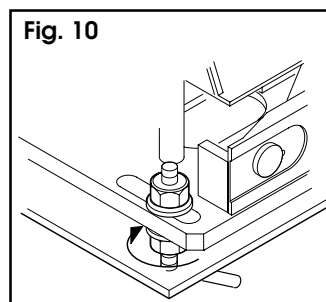

Fig. 10
- 11) Per ottenere il corretto gioco tra il pignone e la cremagliera abbassare il motoriduttore di 1,5 mm agendo sui dadi di supporto della piastra di fondazione (fig. 10).